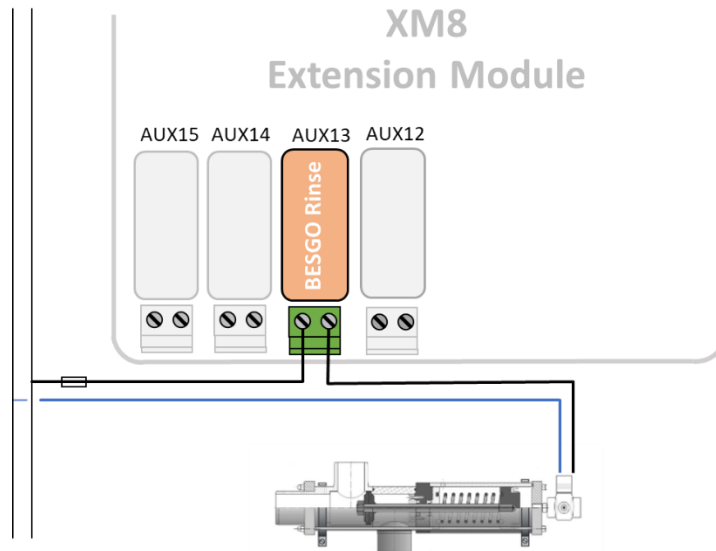

Abbildung 62 - Anschließen von BESGO 3-Wege-Spülventils an 230 Vac
- o Zwischen dem Ende der Palette und der gegenüberliegenden Rohrwand muss ein Mindestabstand von 5 mm bestehen (siehe Abbildung 62).